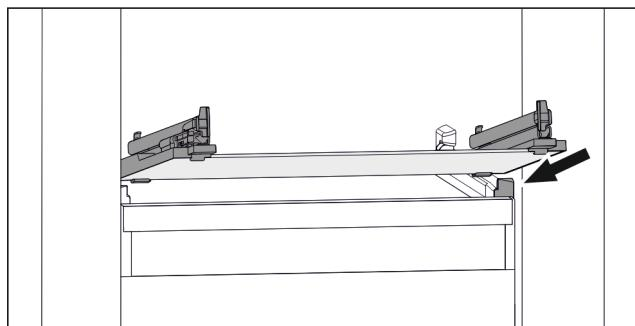

Fig. 69 Приближене відображення скляної пластини
- Встановити скляну пластину за стопорами навскоси. (див. Fig. 69)